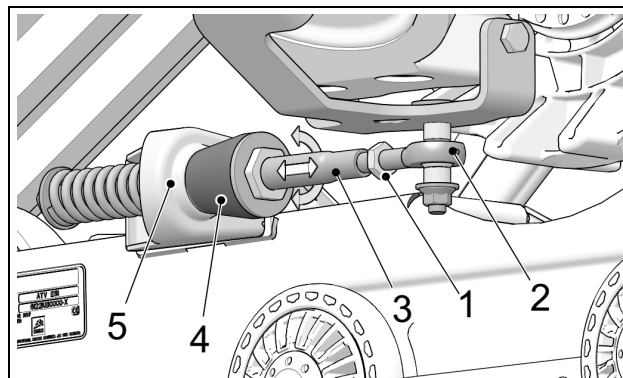

Figure 14
- Desserrer le contre-écrou (1). Ajuster la longueur de l'embout à rotule (2) en tournant le bras stabilisateur (3) jusqu'à ce que le cône de caoutchouc (4) touche légèrement au support (5). Figure 14.